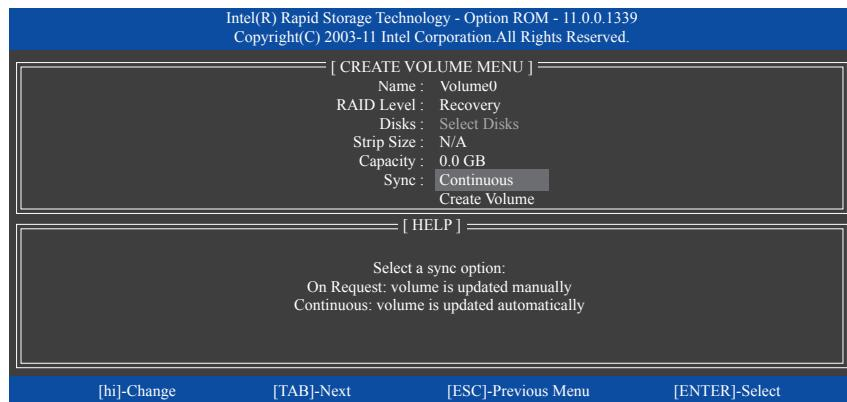

図 11
**Sync** の項目を、**Continuous** または **On Request** を選択します(図11)。**Continuous** に設定されているとき、両方のハードドライブがシステムの取り付けられていれば、マスタードライブのデータを変更するとその変更はリカバリドライブに自動的かつ連続してコピーされます。**On Request** では、オペレーティングシステムの Intel Rapid Storage Technology ユーティリティを使用してマスタードライブからリカバリドライブに手動でデータを更新できます。**On Request** では、マスタードライブを以前の状態に復元することもできます。